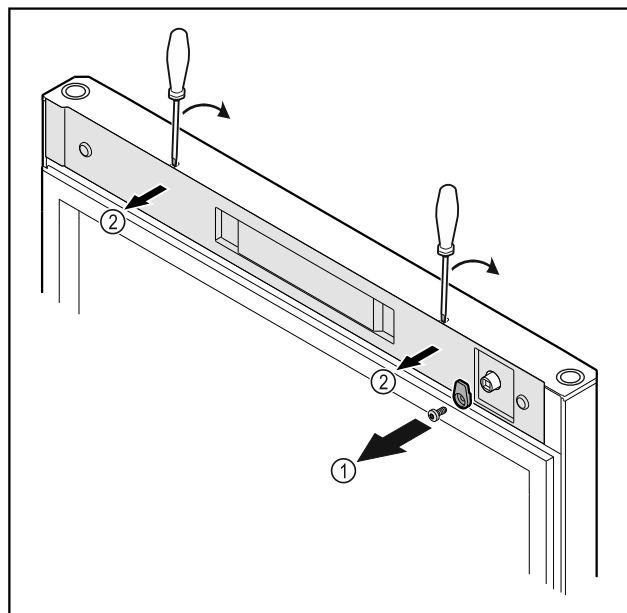

Fig. 18
- Skru av lukketappen Fig. 18 (1).
- Vipp dekselet Fig. 18 (2) ut av stilling med en liten skruetrekker, og ta det av.